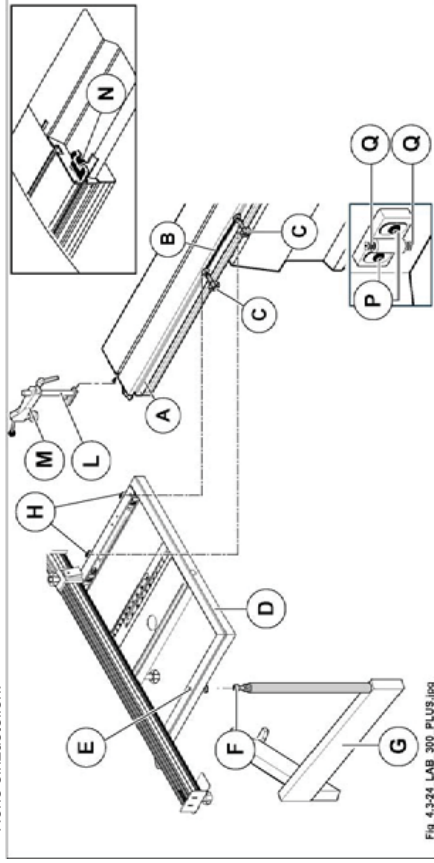

Abb. 4.3-24
- 3) Falls erforderlich den Tisch (D Abb. 4.3-24) mit der Schraube (F Abb. 4.3-24) nivellieren..
- 4) Die Knäufe (C Abb. 4.3-24) anziehen.
- 5) Schraubenbolzen (L Abb. 4.3-24) mit dem Druckstück (M Abb. 4.3-24) in die Rille des Waggons (A Abb. 4.3-24) einsetzen und zum Festziehen im Uhrzeigersinn drehen.
Wenn Wagon (A Abb. 4.3-24) nicht benutzt wird, ist dieser mittels Ballengriff (N Abb. 4.3-24) festzustellen.
- lockern Sie die Drehknöpfe (C Abb. 4.3-24);
- lockern Sie die Schrauben (P Abb. 4.3-24) und betätigen Sie die Madenschrauben (Q Abb. 4.3-24), um die Höhe einzustellen.
- 1) Das Teleskoplineal auf den Tisch (A Abb. 4.3-24-2) auflegen und dabei den Drehzapfen (C Abb. 4.3-24-2) in die Bohrung (R Abb. 4.3-24-2) einschieben.
Den Kugelgriff (F Fig. 4.3-24-2) über die Bohrung (D Abb. 4.3-24-2) in das Langloch (T Abb. 4.3-24-2) einschieben.